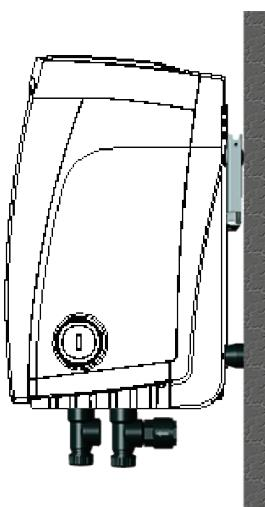

Afb. 17
3. verwijder de aftapdop, en zorg dat de O-ring niet valt (afb.17);